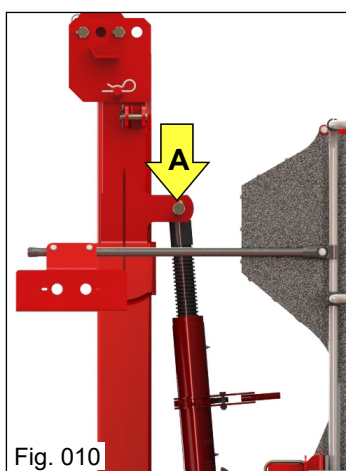

Fig. 010
- 2) Solte o pino "A" (Fig. 010) que fixa o regulador no cabeçalho;